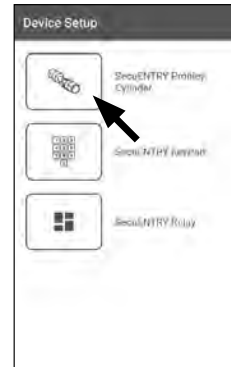

Abb. 25
- 4 Über das dargestellte Auswahlmü gehen Sie auf „secuENTRY Profily Cylinder“ (Abb. 25).